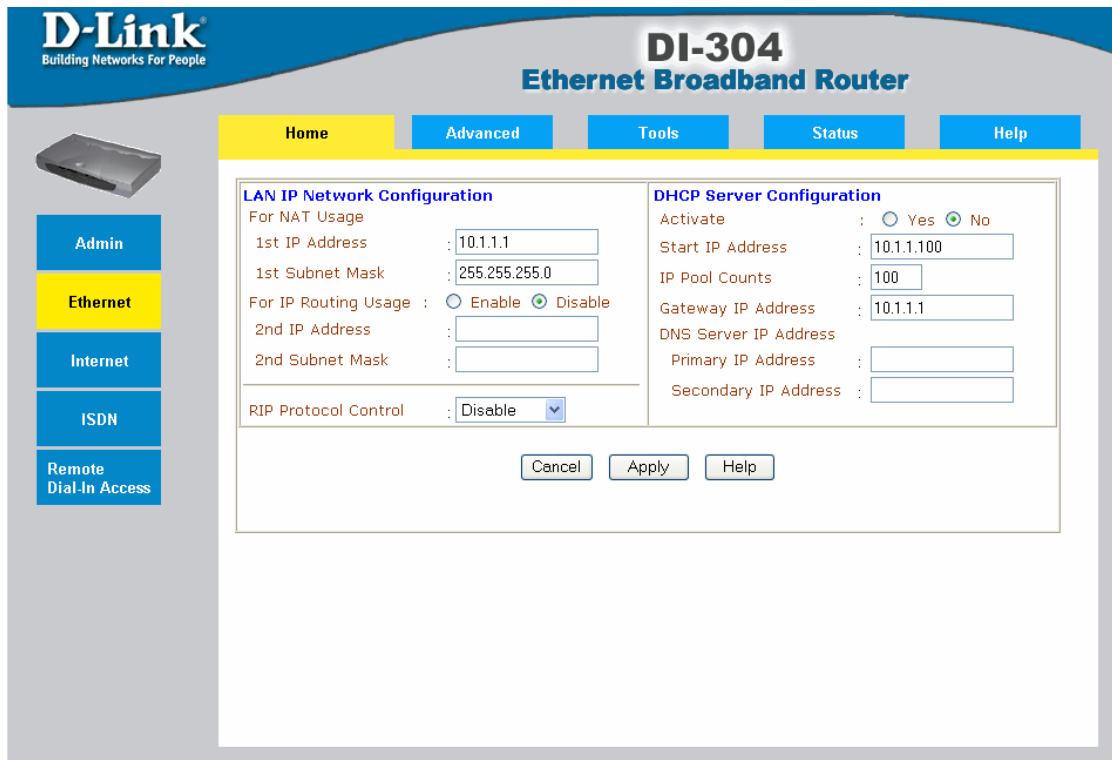
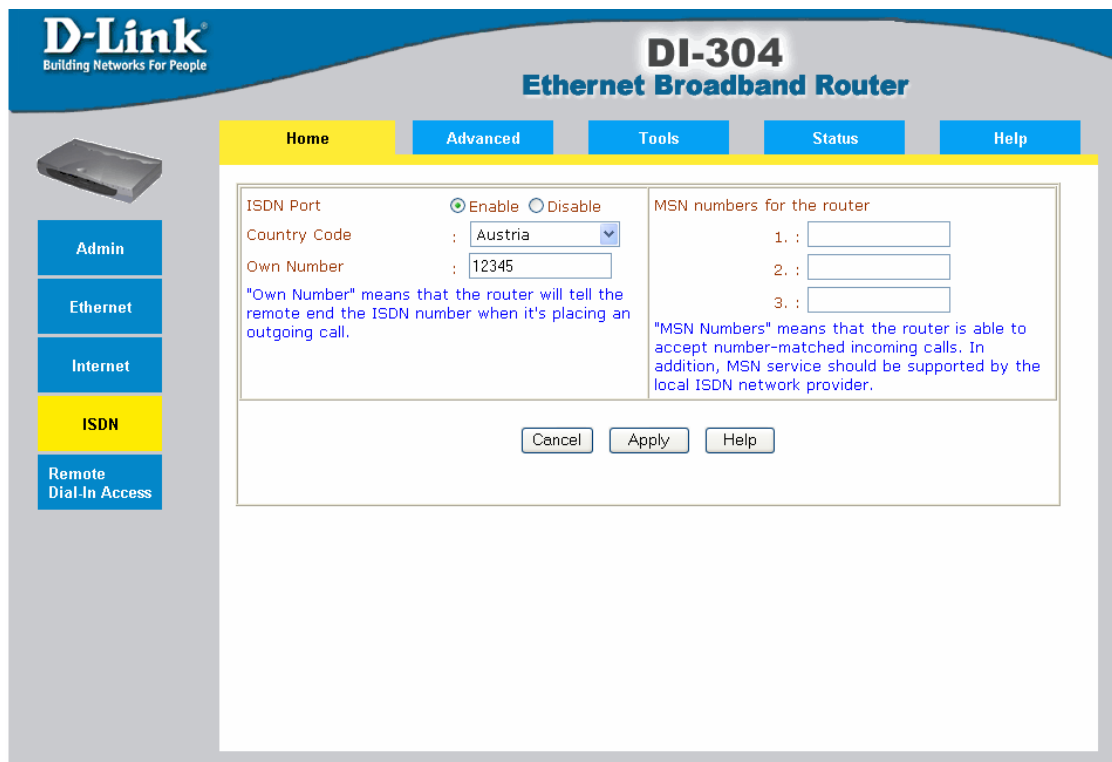

Abbildung 29: IP Konfiguration des entfernten ISDN Routers
Abbildung 30: ISDN Konfiguration des entfernten Routers
- Die IP und ISDN Konfiguration des entfernten ISDN Routers ist in Abbildung 29 und Abbildung 30 dargestellt.